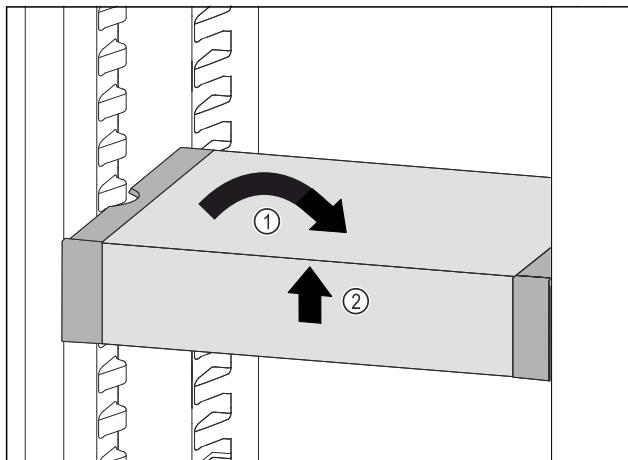

Fig. 115
- VarioSafe postavte rovno. Fig. 115 (1)
- VarioSafe nadvihnite vpred. Fig. 115 (2)